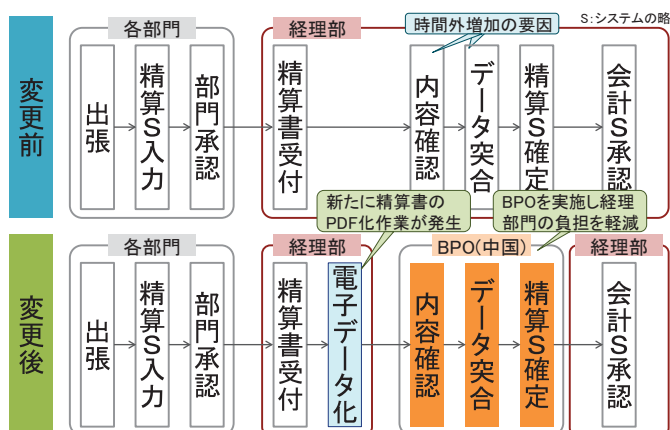

図1 BPO実施による作業フローの変更
Step1. の業務標準化により環境を整えたところで、中国の子会社 沖電気軟件技術(江蘇)有限公司(以下、OSTJ)を活用し、単純チェック作業のBPOを実施、経理部の工数削減を実現しました。図1に示す通り、従来精算書受付から会計システムの承認まで経理部で行っていたところを、単純だが時間はかかるプロセスである「内容確認」「データ突合」から「精算システム確定」までをOSTJへアウトソーシングしたのです。